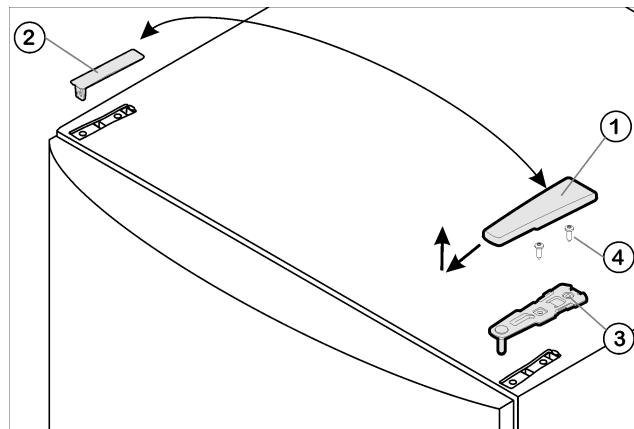

Fig. 4
- Потяните крышку Fig. 4 (1) вперед и вверх.
- Снимите крышку Fig. 4 (2).
- Открутите верхний опорный кронштейн Fig. 4 (3)(2 шт. Torx® 25) Fig. 4 (4) и вытяните вверх.
- ▶ Установите верхний опорный кронштейн Fig. 4 (3) на новой стороне шарнира и защелкните в дверце.
- ▶ Привинтите верхний опорный кронштейн (**с моментом 4 Нм**)(2 шт. Torx® 25) Fig. 4 (4). При необходимости проделайте отверстия или используйте аккумуляторную отвертку.
- ▶ Наденьте и защелкните крышку Fig. 4 (1) и крышку Fig. 4 (2) на противоположной стороне снаружи.